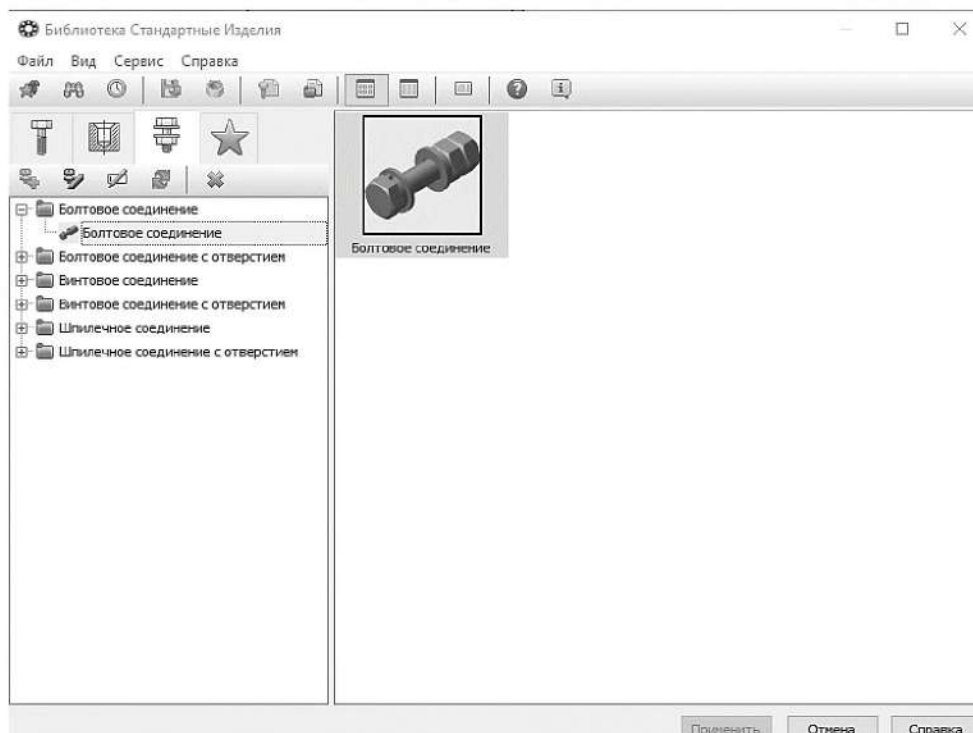

Рисунок 3.111. Добавление болтового соединения
10.3.5 Выполните двойной щелчок мышью на элементе *Болтовое соединение* (рисунок 3.111).